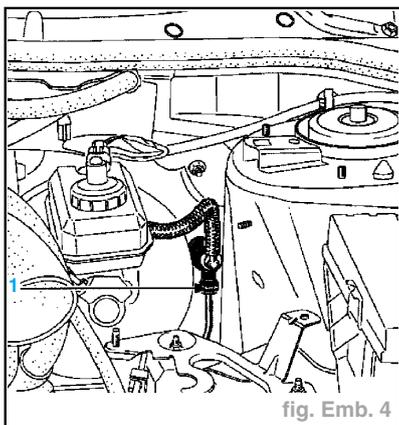

fig. Emb. 4
- Déposer l'agrafe (1) de maintien du tuyau de liaison émetteur-récepteur sur l'émetteur (fig. Emb. 4).